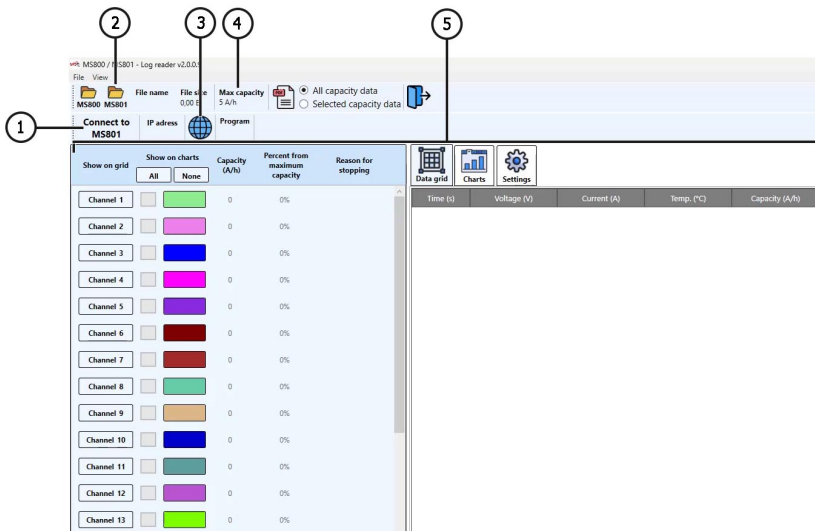

Рисунок 24
1. Запустите программу **TesterLogReader**. Окно программы содержит (рис. 24):